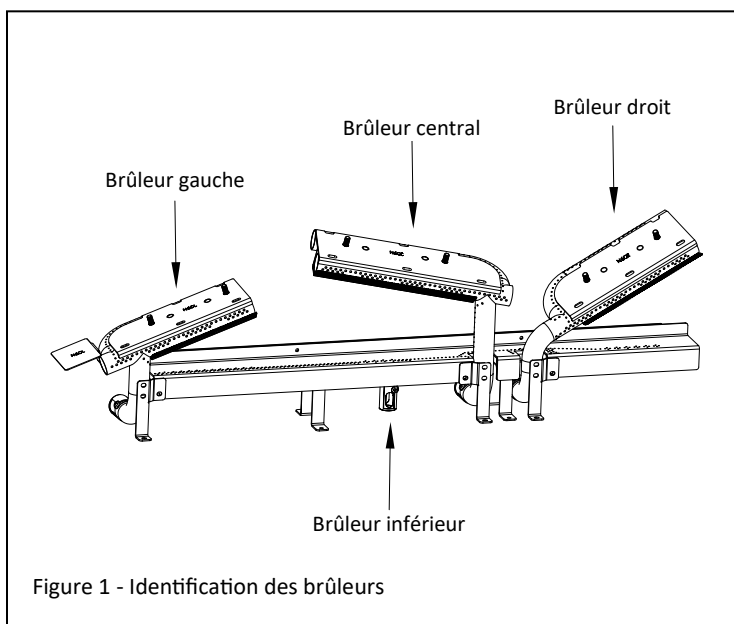

Figure 1 - Identification des brûleurs
3. Remove light kit, left, center, right, and bottom burner assemblies. See Figure 1.
3. Retirez le kit d'éclairage, les brûleurs gauche, central, droit et inférieur. Voir la Figure 1 pour identifier les brûleurs.